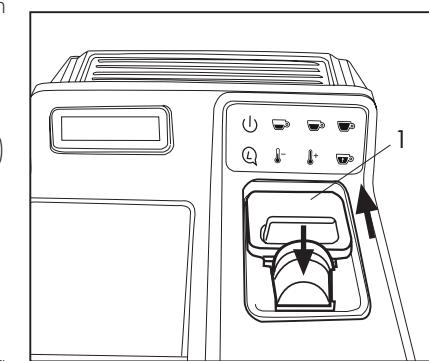

Fig. 10
- Abra la tapa (1) e inserte una cápsula en el espacio específico. (Fig. 10)